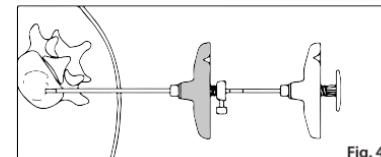

Fig. 4
- FIG. 4** Retire la manija (B) e inserte el empujador (C). Empuje cuidadosamente el empujador (C) mientras monitorea el flujo de cemento por imágenes, hasta que llegue al extremo luer del relleno (A) para suministrar el volumen de cemento de relleno (A) completo (ver la Tabla núm. 1).
BILD 4 Avlägsna handtaget (B) och sätt in tryckanordningen (C). Tryck saktt fram tryckanordningen (C) medan du övervakar cementets flöde med hjälp av avbildning, tills den kommer i kontakt med fyllningsanordningens (A) luerände för att leverera hela fyllningsanordningens (A) cementvolym (se tabell 1).